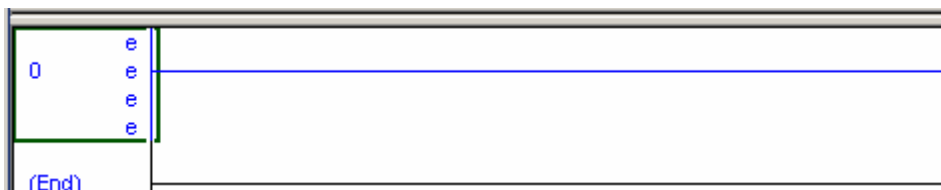

图 3-86 编程窗口
23. 在弹出的编程窗口图 3-86 中编写主例程。注意出现在右边窗口的梯级, 此梯级处于编辑 (Edit) 模式, 在梯级的左边标着 “e”。现在可以添加指令和梯级了。